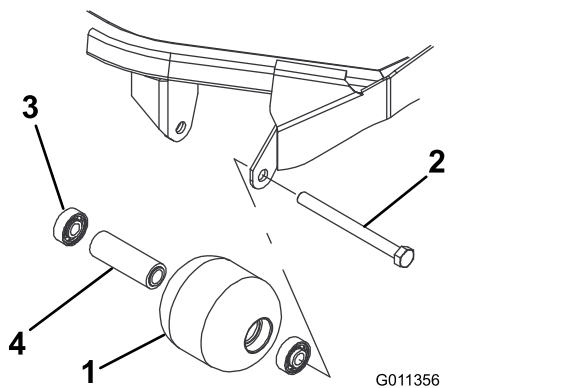

Figure 86
1. Retirez le boulon de fixation du galet (Figure 86).
4. Vérifiez l'état du logement de roulements, des roulements et de la douille d'écartement (Figure 86) Remplacez les composants endommagés et procédez au remontage.
1. Enfoncez le premier roulement dans le logement à la presse (Figure 86). Exercez la pression uniquement sur la bague extérieure ou uniformément sur les bagues intérieure et extérieure.
2. Insérez l'entretoise (Figure 86).
3. Enfoncez le second roulement dans le logement (Figure 86) en exerçant une pression uniforme sur les bagues intérieure et extérieure jusqu'à ce que la bague intérieure rencontre la douille d'écartement.